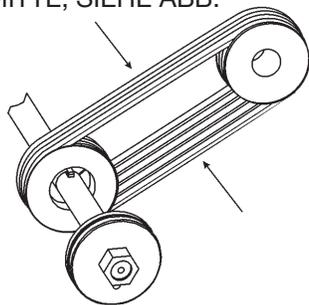

Abb. 54. Prüfen der Keilriemenspannung
- Korrekte Keilriemenspannung einstellen (siehe Abb. 54).